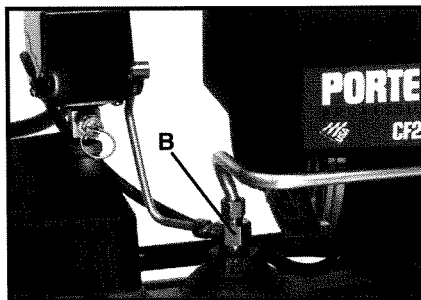

Fig. 2
Válvula de retención (B), Fig. 2: Cuando el compresor de aire está funcionando, la válvula de retención está "abierta", permitiendo que entre el aire comprimido en el tanque de aire. Cuando el compresor de aire alcanza la presión de "desconexión", la válvula de retención se "cierra", permitiendo que el aire a presión permanezca en el interior del tanque de aire.